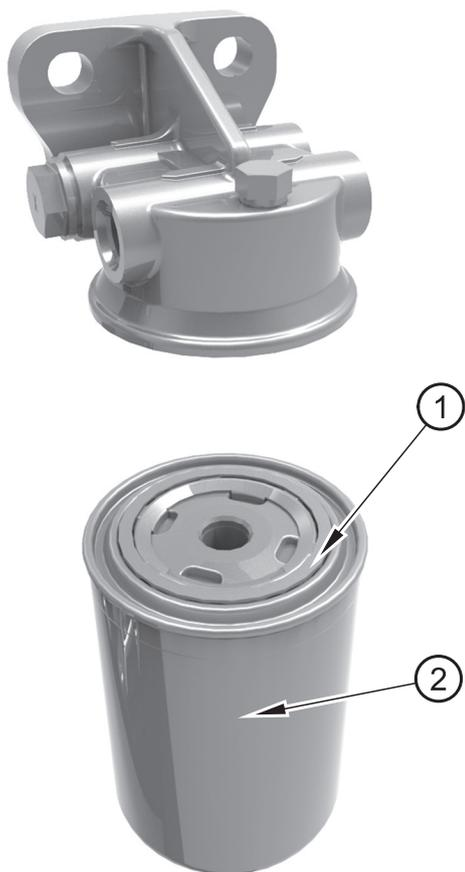

Abbildung 27
3. Bauen Sie das alte Ölfiltergehäuse (Abbildung 27, Nummer 2) mit einem Kettenspannschlüssel aus.